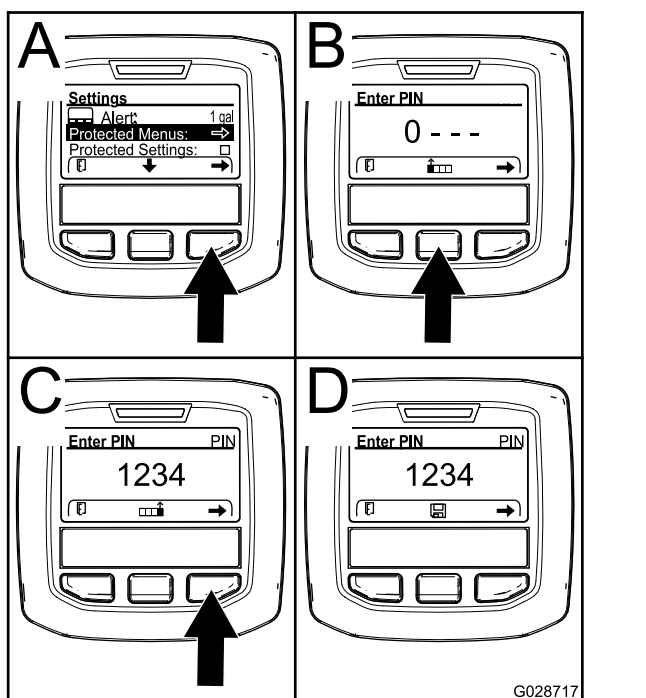

Figura 12
3. Premete il pulsante di selezione destro per selezionare i Menu protetti (A della Figura 12).
- Premete il pulsante di selezione centrale (B della Figura 12) per aumentare il valore numerico (da 0 a 9)..
- Premete il pulsante di selezione destro (C della Figura 12) per spostare il cursore alla posizione numerica successiva a destra.
Nota: Comparirà l'icona di salvataggio sopra il pulsante di selezione centrale (D della Figura 12).